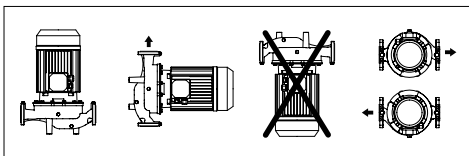

РИС. 2: Встановлення двигуна $\leq 7,5$ кВт 2 полюси і $\leq 1,1$ кВт 4 полюси
- Насоси можна встановлювати на нагнітальних або зворотних трубопроводах, а також у горизонтальному та вертикальному положенні, за умови, що двигун не розміщується в жодному разі нижче насоса, щоб уникнути витoku води в двигун або підшипники.(РИС. 2) (Зверніть увагу, що вертикальна установка можлива для $\leq 7,5$ кВт 2-полюсних і $\leq 1,1$ кВт 4-полюсних агрегатів)